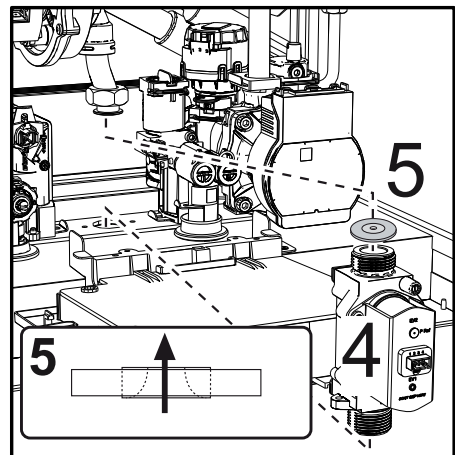

fig. 46
- Estrarre la valvola a gas "4" e il diaframma gas "5" (fig. 46).